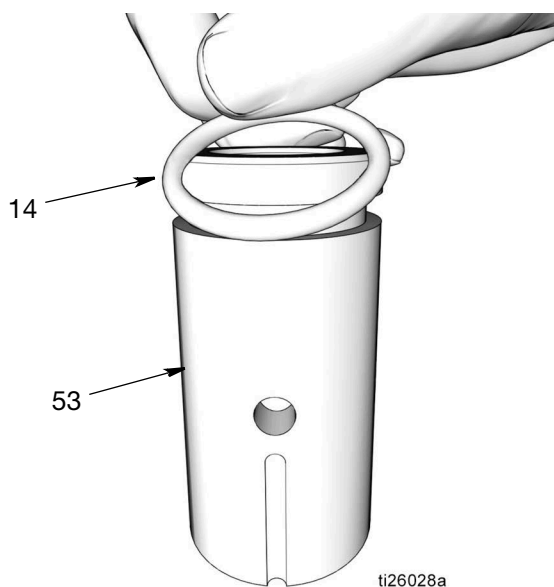

FIG. 41
5. Manchon de l'élément de pompe (53)
- Utiliser un chiffon propre pour essuyer le manchon de l'élément de pompe (53) et supprimer toute saleté ou tout contaminant. Examiner la surface et rechercher d'éventuels rayures ou dégâts.
- Appliquer une mince couche de graisse sur le joint torique (14). Monter le joint torique sur le manchon de l'élément de pompe (d) (FIG. 41).